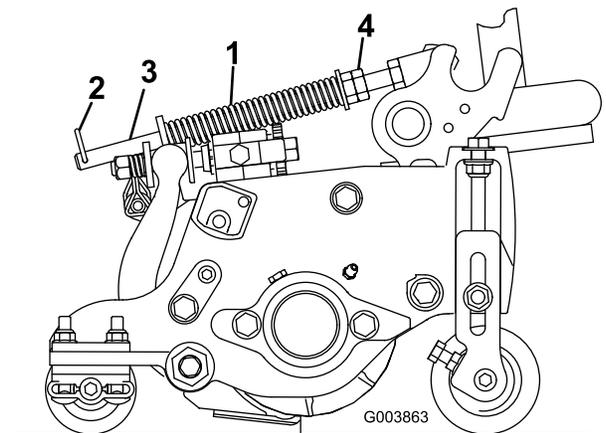

Figura 87
El muelle de compensación del césped transfiere peso desde el rodillo delantero al trasero (Figura 87). Esto ayuda a reducir el patrón de ondulación en el césped.
1. Asegúrese de que la chaveta está instalada en el orificio del extremo de la varilla (Figura 87).
2. Apriete las tuercas hexagonales del extremo delantero de la varilla del muelle hasta que la longitud comprimida del muelle sea de 12.7 cm (5") en unidades de corte de 12.7 cm (5"), o de 15.9 cm (6.25") en unidades de corte de 18 cm (7") (Figura 87).